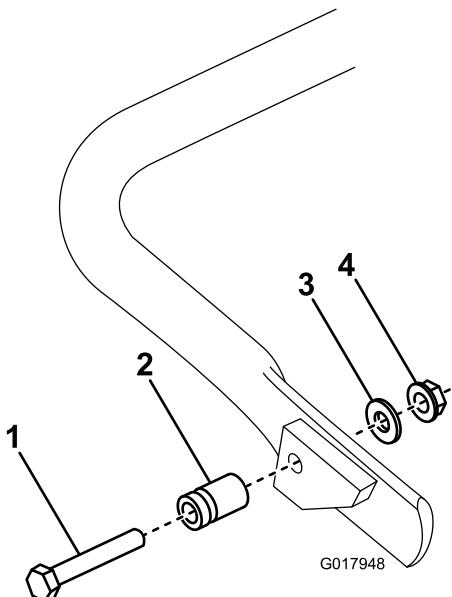

Figura 7
1. Solo sul modello 04056, collegate il prigioniero a molla al lato destro del cavalletto (Figura 7) utilizzando bullone, rondella e dado flangiato in dotazione.